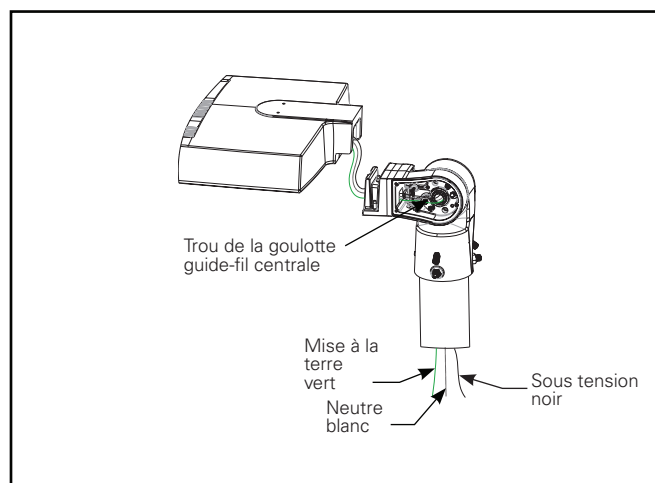

Figure 7.
- Desserrez les deux boulons de réglage à l'intérieur du bras dans les fentes. Ne retirez pas complètement les boulons. Réglez le bras à la position souhaitée et resserrez les boulons de réglage à 27 Nm (20 pi-lb) (figure 7).
- Soutenez le luminaire tout en l'abaissant sur le taquet du bras de montage et enflez les fils d'alimentation du luminaire à travers l'ouverture du bras de montage, jusque dans la cavité du bras. Continuez d'acheminer le fil d'alimentation du luminaire dans le trou de la goulotte guide-fil centrale menant à la cavité du bras de l'adaptateur d'emboîtement. Laissez le luminaire reposer entièrement sur le taquet (figure 7).